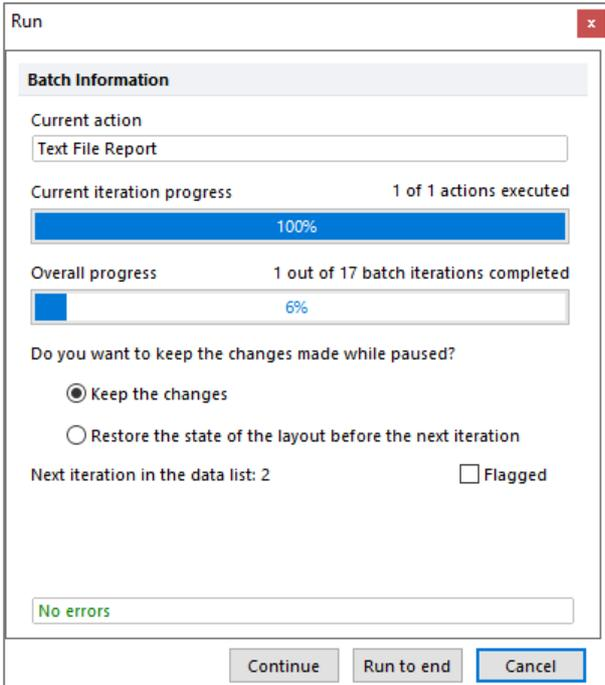

Abbildung 24. Iteration der Messungen zur Konvertierung der .fcs-Dateien zu .csv-Dateien
18. Überprüfen Sie nun die Gates der zweiten Messung und klicken Sie in dem geöffneten Fenster (s. Abbildung 24) auf *Continue*, um zur nächsten Messung zu gelangen. Wenn *Keep the changes* ausgewählt ist, übertragen sich die Anpassungen auf alle Messungen. Wenn eine Anpassung nicht auf alle Messungen übertragen werden soll, wählen Sie *Restore the state of the layout before the next iteration* aus. Mit *Run to End* kann zur letzten Messung gesprungen werden, wobei die gegebenen Gates auf alle Messungen angewendet werden und die Konvertierung durchgeführt wird.